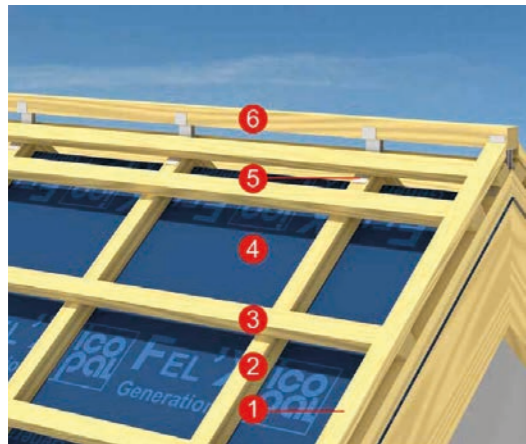

рис. 13
7.3.14. Коньковый брус сечением 50x50 мм монтируют на специальные металлические крепления (скобы), устанавливаемые на каждой паре брусьев контробрешетки под верхний ряд обрешетки. Высоту крепления определяют по месту (рис. 13).
7.3.15. По окончании монтажа обрешетки вдоль торцевых свесов по обрешетке устанавливают торцевую рейку сечением 30x50 мм (рис. 13).